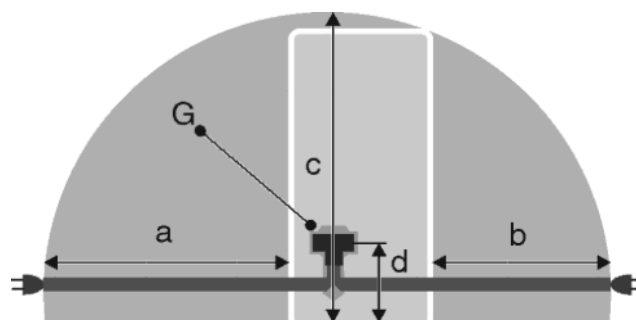

Fig. 20
- La prise de courant est en dehors de la zone postérieure de l'appareil dans la zone concernée. *Fig. 20 (a, b, c)*
- ▶ Introduire la la fiche de l'appareil *Fig. 20 (G)* au dos de l'appareil. Veiller à ce qu'elle s'introduise correctement.